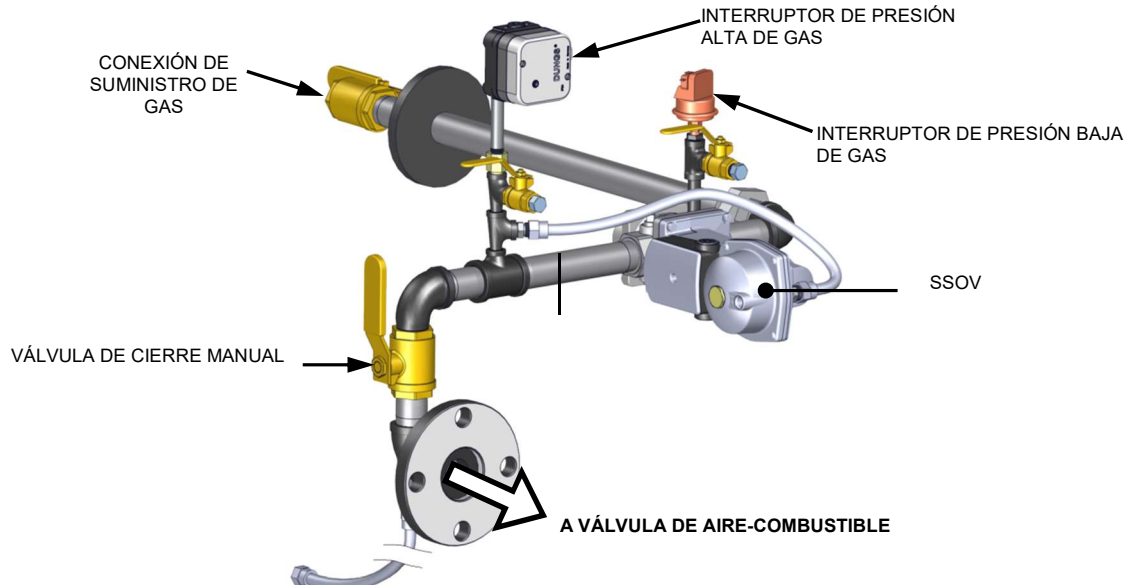

Figura 5-3: Ubicación de la válvula de cierre de gas manual (se muestra el tren de gas de INN600-1060)
3. Cierre la válvula de cierre de gas manual localizada entre la válvula de cierre de seguridad (SSOV) y la válvula de aire-combustible (ver la Figura 5-3).